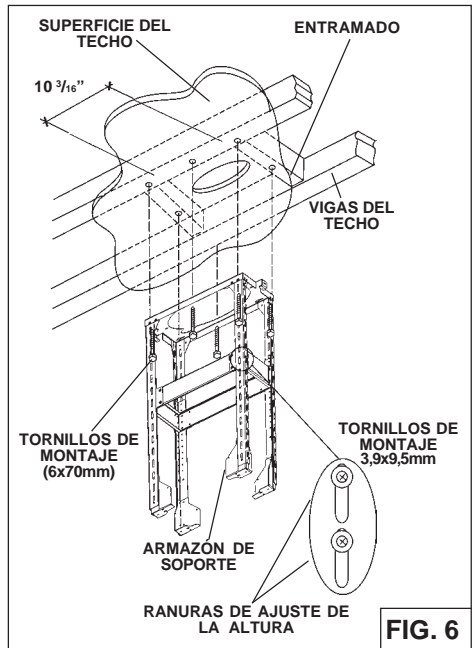

FIG. 6
3. Ajustar la altura total de el **armazón de soporte** utilizando la tabla de abajo. Suelte y vuelva a apretar los 4 tornillos en las ranuras de ajuste de altura, según sea necesario. Inserte 12 tornillos (3.9x9.5mm) ubicadas en el paquete de hardware (Fig. 6) asegurarse de esto un 4" mín. superposición entre las patas de soporte superior e inferior.